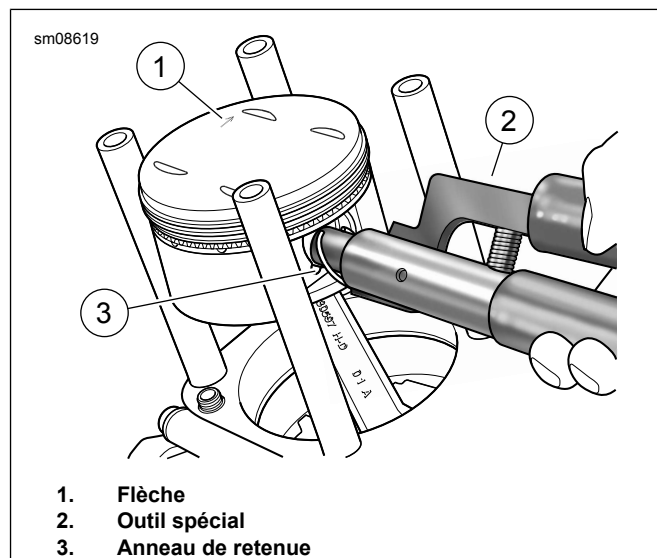

Figure 4. Pose de l'anneau de retenue
- Figure 4 Aligner et insérer un outil spécial (2) avec le circlip dans le piston.